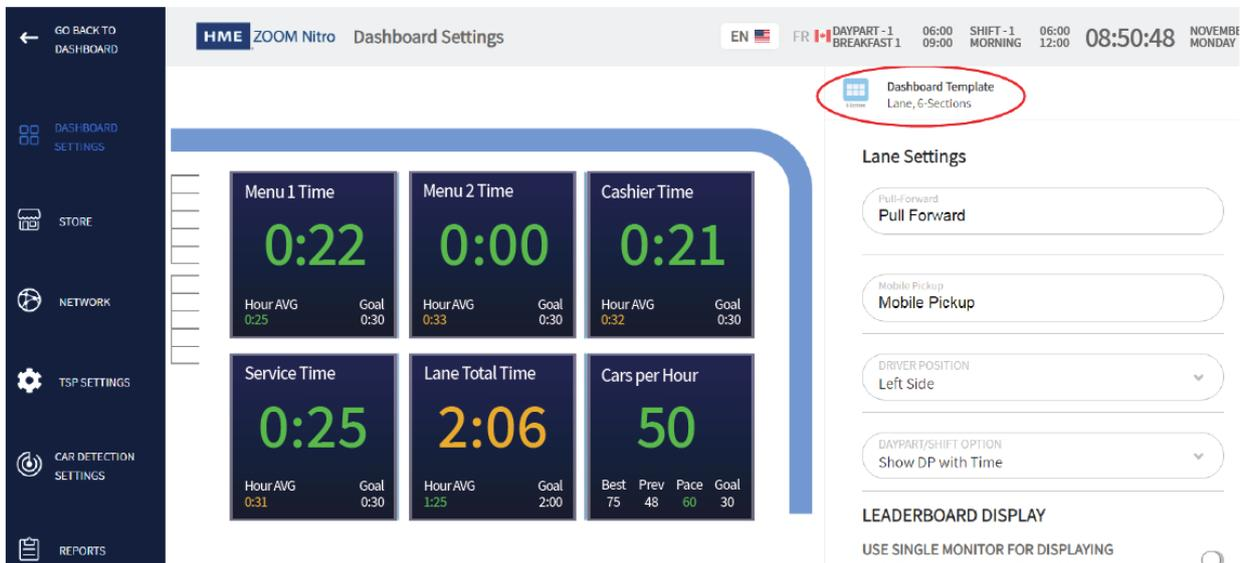
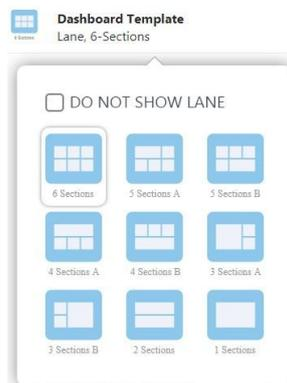

Abb. 3.1
Abb. 3.2
**Wozu braucht man diesen Bildschirm?** Mithilfe dieses Bildschirms können Sie das Dashboard-Layout nach Wunsch konfigurieren und anpassen. Beispielsweise können Sie hier die zu erfassenden Ereignisse auswählen, die Sie in Ihrem Dashboard sehen möchten. Klicken Sie dazu auf einen der Datenbereiche, um diesen zu öffnen und zu bearbeiten. Editierbare Felder werden im Bildschirm rechts angezeigt. Beispiel: Wenn Sie die Spur-Grafik in Abb. 3.1 anklicken, werden rechts **Lane Settings** (Spureinstellungen) angezeigt und können editiert werden.
**Bildschirmdetails:** Klicken Sie auf  im oberen Teil des Bildschirms oder auf den Abwärtspfeil daneben (siehe Abb. 3.1). Im Menü **Dashboard Template** werden verschiedene Layouts angezeigt, mit deren Hilfe Sie das Layout Ihres Dashboards anpassen können (siehe Abb. 3.2). Klicken Sie auf das gewünschte Layout, um es auszuwählen.